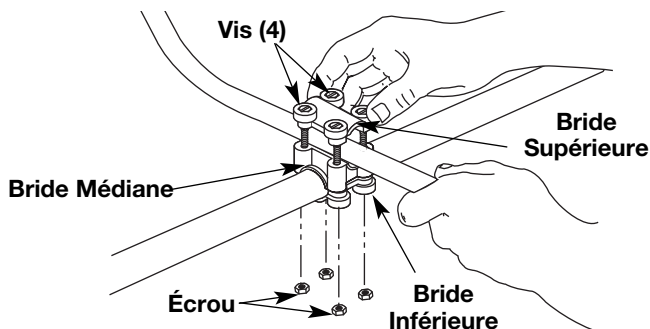

Fig. 1
1. Placez la poignée entre les brides supérieure et médiane (Fig. 1).